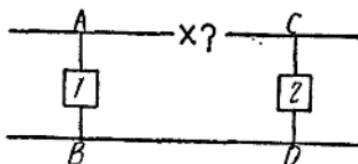

图9 测量AC間是否断綫，应用低
(2) 在利用电阻测量作线路检查时，一定要选择适当的一档，不然很容易得出錯誤結論；如图9，